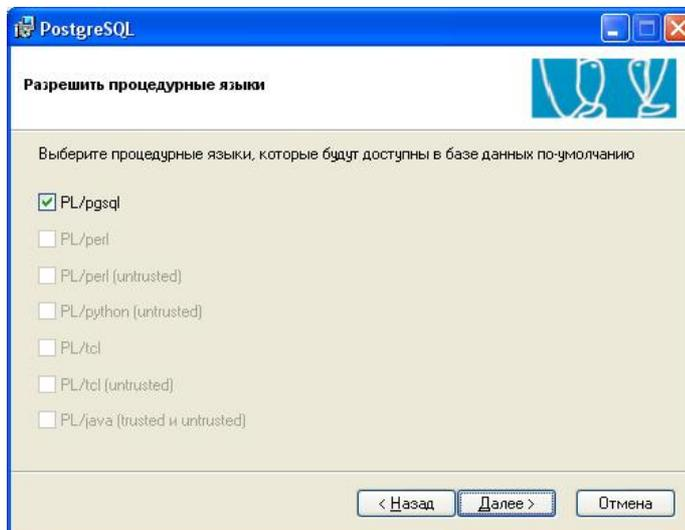

Рис. 4.2.8. Выбор процедурного языка
- В окне *Разрешить процедурные языки* нажмите кнопку *Далее* (рис. 4.2.8).